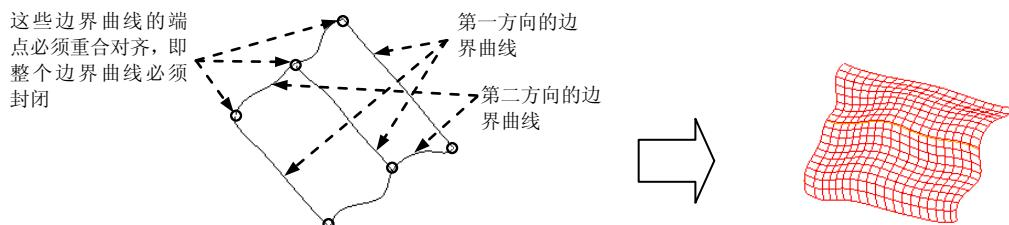

图 6.2.11 创建边界曲面
下面以图 6.2.11 为例介绍创建边界混合曲面的一般过程。
Step3. 定义第一方向的边界曲线。按住 Ctrl 键，分别选取图 6.2.11 所示的第一方向的三条边界曲线。